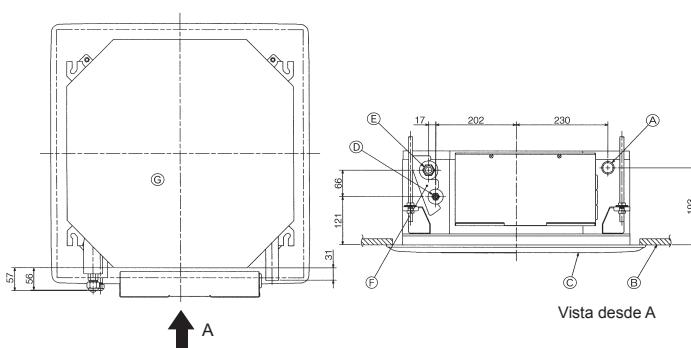

Fig. 5-7
5.3. Ubicación de los tubos de refrigerante y drenaje (Fig. 5-7)